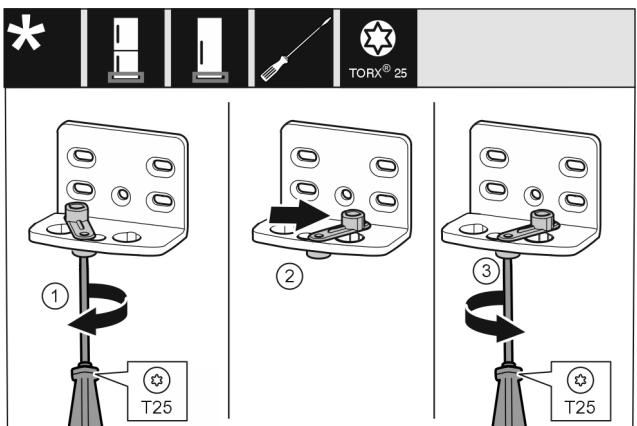

Fig. 15
- ▶ Šroubovákem T25 volně přišroubujte šroub. *Fig. 15 (1)*
- ▶ Zvedněte pomůcku zavírání dveří a v otvoru ji otočte o 90° doprava. *Fig. 15 (2)*
- ▶ Šroubovákem T25 šroub pevně utáhněte. *Fig. 15 (3)*